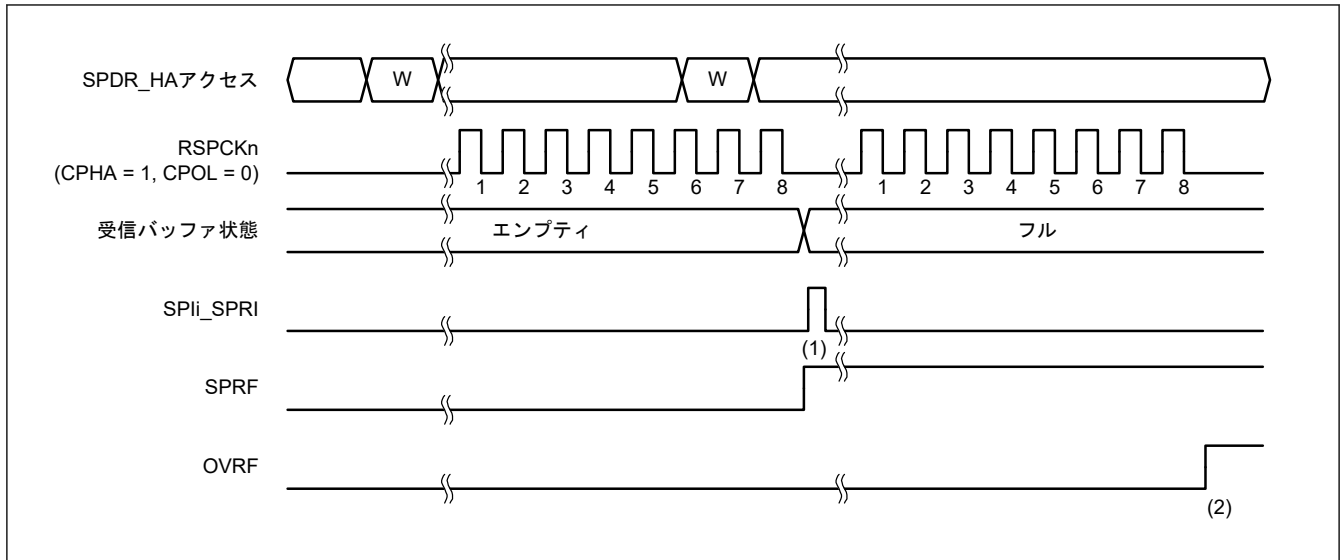
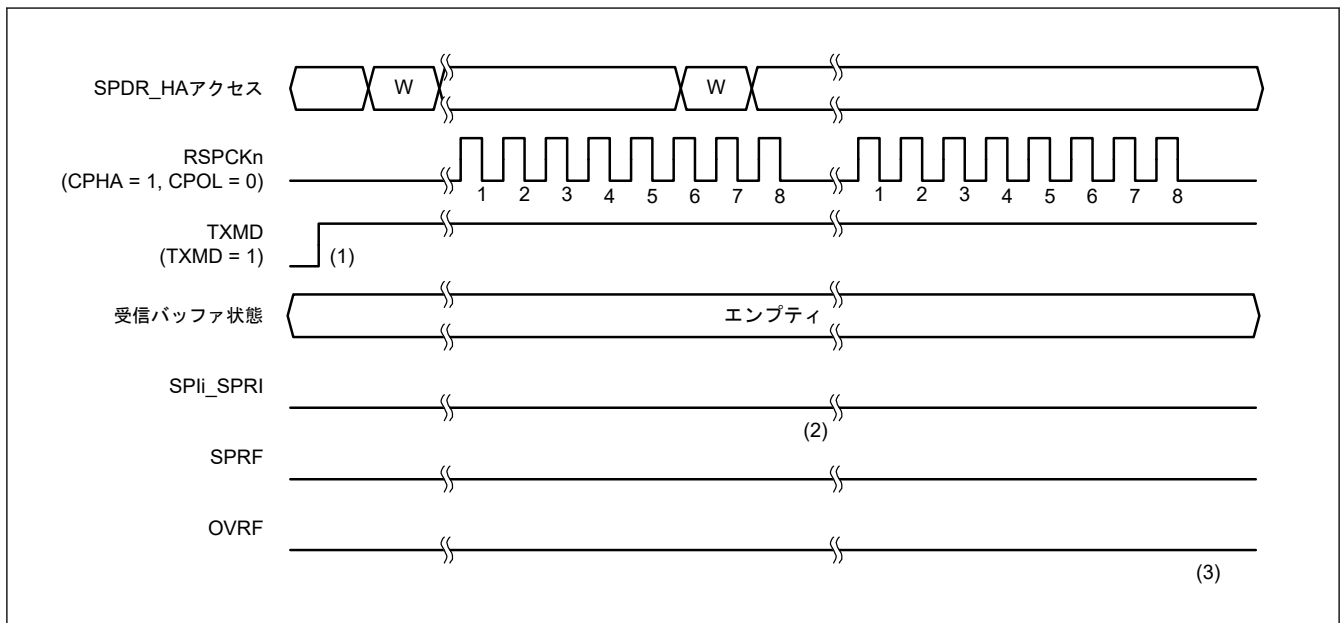
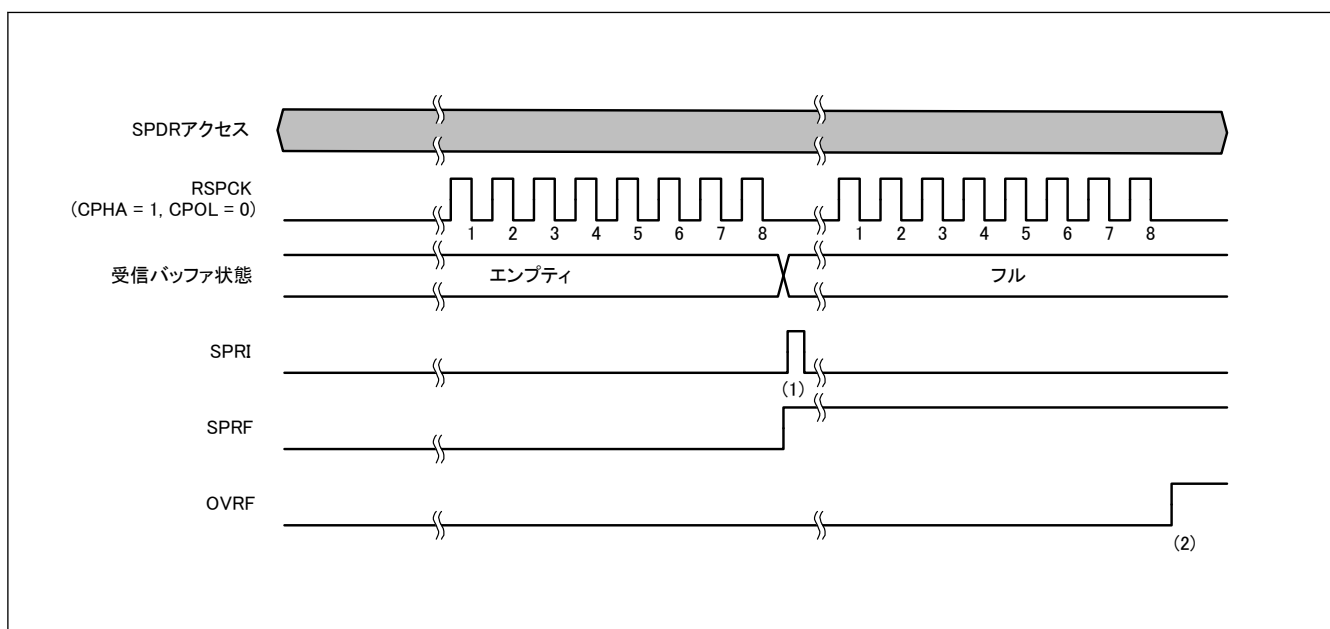

図 30.26 SPCR3.ETXMD = 0 かつ SPCR.TXMD = 0 の動作例
図 30.27 SPCR3.ETXMD = 0 および SPCR.TXMD = 1 の動作例
図 30.28 MSTR = 0 かつ ETXMD = 1 の場合の動作例
通信動作モード選択ビット (SPCR.TXMD) の設定により、全二重同期式シリアル通信または送信のみの動作が選択できます (拡張通信モード選択ビット (SPCR3.ETXMD) が 0 の場合)。SPCR3.ETXMD ビットが 1 の場合、スレーブモード (SPCR.MSTR = 0) で SPI の動作は受信のみです。これは SPCR.TXMD ビットが SPI の動作に影響を及ぼさないためです。図 30.26、図 30.27、および図 30.28 に記載した SPDR アクセスは、SPDR レジスタへのアクセス状況を示しています。W は書き込みサイクルを示しています。
図 30.26 に、SPI コントロールレジスタ 3 (SPCR3) の拡張通信モード選択ビット (ETXMD) を 0、通信動作モード選択ビット (SPCR.TXMD) を 0 にした場合の動作例を示します。この例では、SPDCR.SPFC[1:0] ビットが 00b、SPCMDm.CPHA ビットが 1、SPCMDm.CPOL ビットが 0 の設定で、SPI が 8 ビットのシリアル転送を実行しています。RSPCKn 波形の下に記載した数字は、RSPCK サイクル数 (= 転送ビット数) を示しています。
以下に、図 30.26 の (1)、(2) に示したタイミングでのフラグ動作を説明します。
図 30.27 に、拡張通信モード選択ビット (SPCR3.ETXMD) を 0 にした場合および通信動作モード選択ビット (SPCR.TXMD) を 1 にした場合の動作例を示します。この例では、SPDCR.SPFC[1:0] ビットが 00b、SPCMDm.CPHA ビットが 1、SPCMDm.CPOL ビットが 0 の設定で、SPI が 8 ビットのシリアル転送を実行しています。RSPCKn 波形の下に記載した数字は RSPCK サイクル数 (= 転送ビット数) を示しています。
以下に、図 30.27 の (1)~(3) に示したタイミングでのフラグの動作内容を説明します。
SPI コントロールレジスタ (SPCR) の SPI マスタ/スレーブモード選択ビット (MSTR) を 0 に設定し、SPI コントロールレジスタ 3 (SPCR3) の拡張通信モード選択ビット (ETXMD) を 1 に設定した場合の動作例を図 30.28 に示します。SPI データコントロールレジスタ (SPDCR) の SPFC[1:0] ビット = 00b、SPI コマンドレジスタ (SPCMD) の CPHA ビット = 1、SPCMD の CPOL ビット = 0 の設定で、SPI が 8 ビットデータシリアル転送をする例を図 30.28 に示します。RSPCK 波形の下の番号は、RSPCK 周期の番号 (転送ビットの番号) を示します。